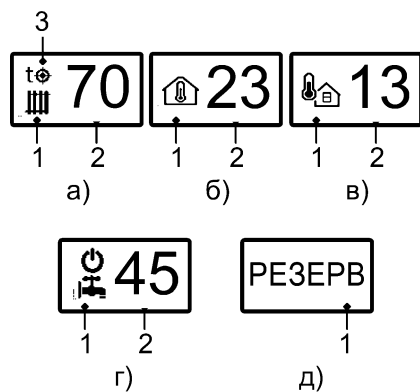

Рисунок 3. Виды главного окна
**8.3** После деаэрации, котёл переходит в установленный ранее режим работы (см. рис. 3) По умолчанию установлен режим «ОТОПЛЕНИЕ». Если котел запускался ранее, то активируется предыдущий выбранный режим.
Виды главного окна приведены на рис.3.
При подключении NTC-датчика на дисплее отображается температура воды в баке косвенного нагрева (см. рис. 3. г). При подключении термостата на дисплее отображаются надписи: «ГРЕЕТ» когда идёт нагрев; «ПАУЗА» когда нагрев завершён, но продолжается циркуляция теплоносителя; «\_\_\_\_\_» когда отсутствует нагрев и циркуляция теплоносителя.